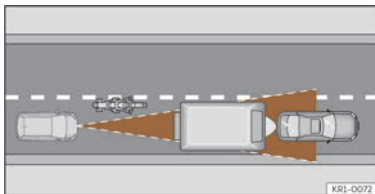

Fig. 139 Motocycliste circulant à l'avant hors du rayon d'action du capteur radar.
- Véhicules circulant de manière non alignée ou en dehors de la zone de détection du capteur, par exemple, des motos >>> **fig. 139**.